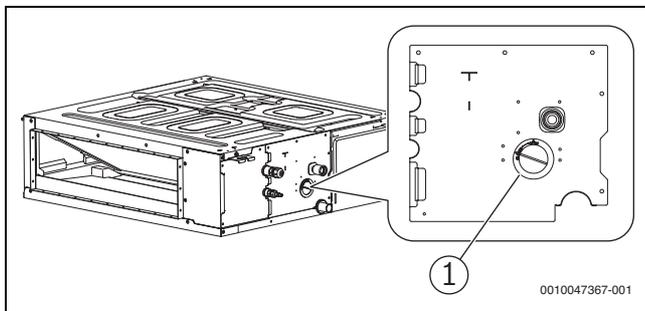

Fig. 26
- ▶ Abra o tampão cego da água de teste (→ Fig. 26) na máquina, este precisa de estar desapertado durante o teste de drenagem para verificar se a bomba de drenagem está ligada e se existe um problema com a bomba de drenagem.